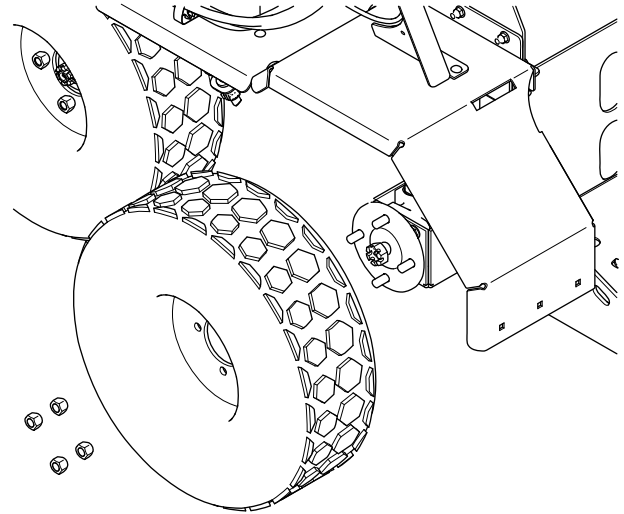

Figura 1
3. Retire las fijaciones que sujetan los neumáticos traseros a la máquina y retire los neumáticos traseros (Figura 1).